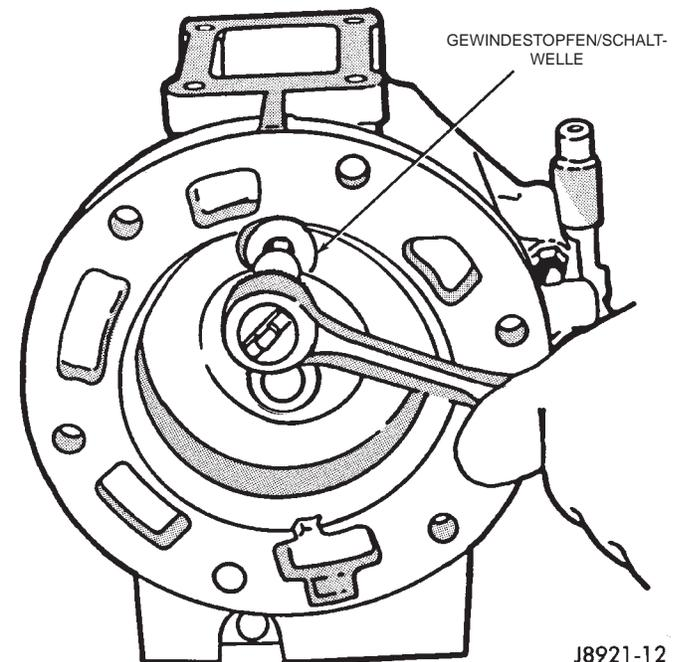

Abb. 25 Gewindestopfen der Schaltwelle ausbauen
(12) Den Gewindestopfen der Schaltwelle lösen (Abb. 25).